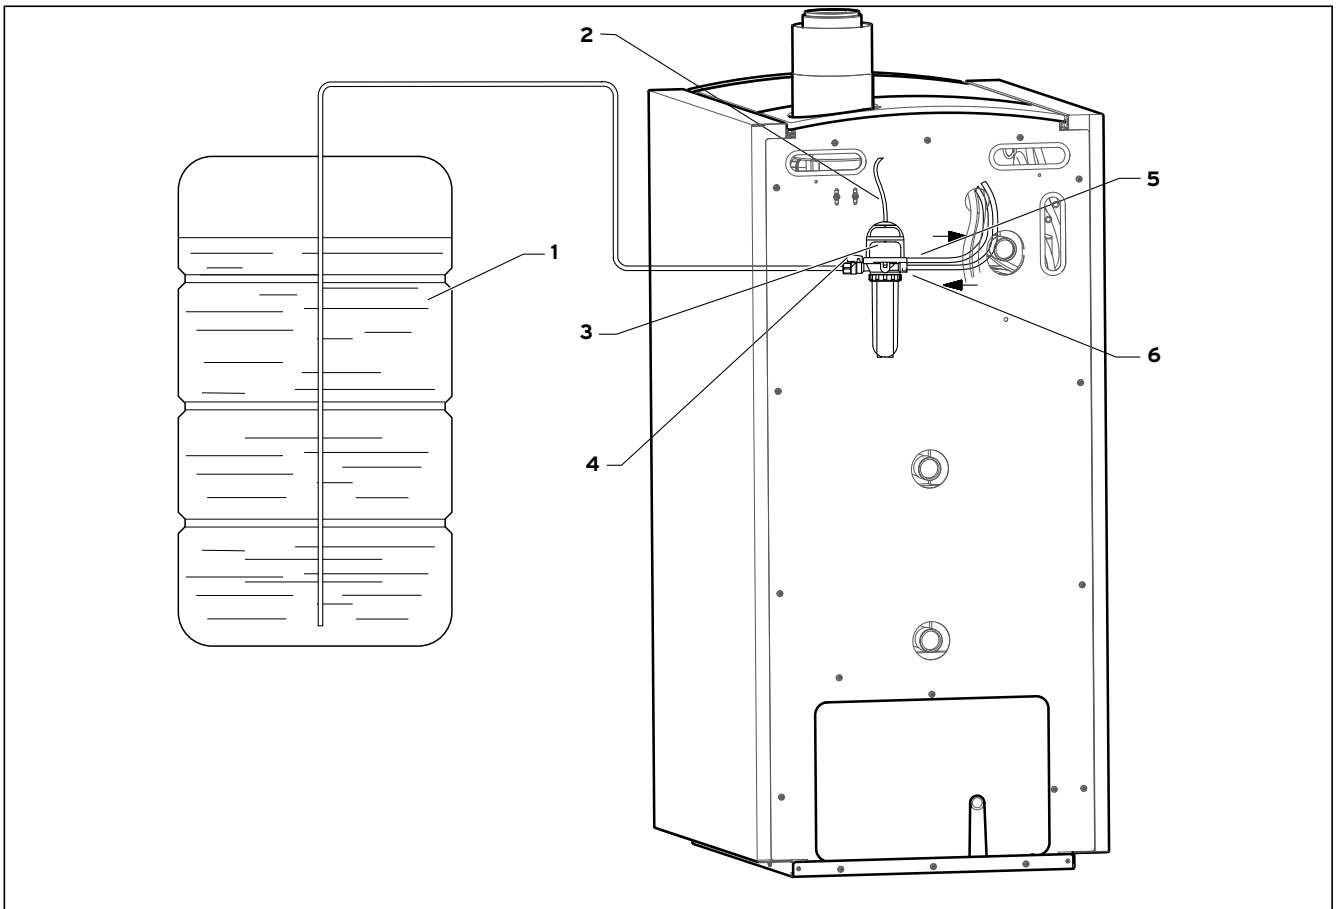
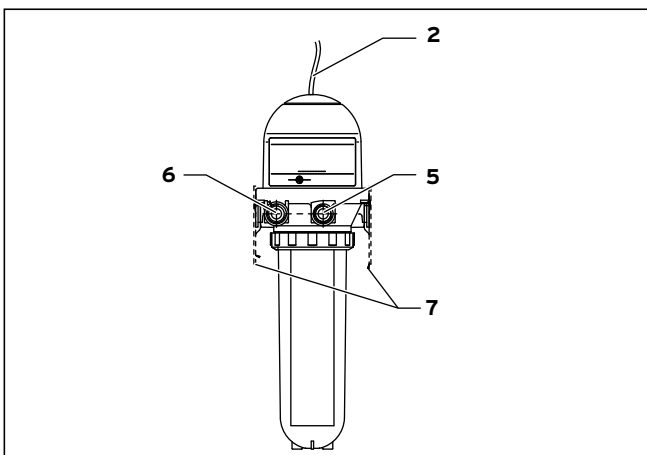

Abb. 4.1 Einbaubeispiel Heizöhlüfter
Abb. 4.2 Heizöhlüfter
Legende zu Abb. 4.1 und Abb. 4.2
- Schließen Sie die Ölleitungen vom Öltank (1) (siehe Abb. 4.1) und vom Brenner an den Heizömlüfter (3) an.
Sie dürfen die Ölleitungen nicht vertauscht an Vorlauf- (5) und Rücklaufanschluss (6) (siehe Abb. 4.1) montieren, da dies zu Schäden am Heizömlüfter und Brennerpumpe führen kann. Vorlauf und Rücklauf sind an Brenner, Schläuchen und Heizömlüfter mit Pfeilen gekennzeichnet.
- Stecken Sie die Entgasungsleitung (2) (siehe Abb. 4.1) auf den Anschlussnippel
- Führen Sie die Entgasungsleitung wie in Abb. 4.1 dargestellt in den icoVIT.